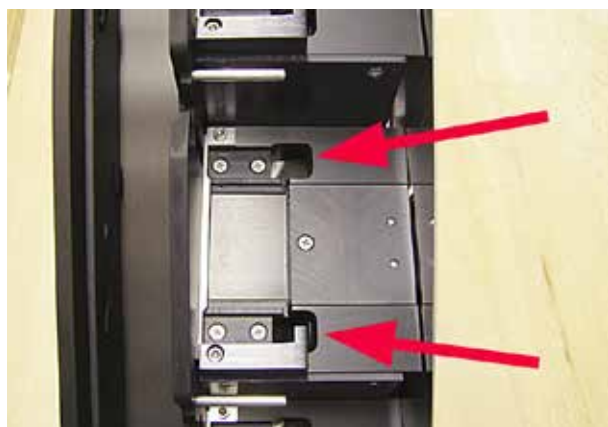

Fig. 45
- Estação de descarga (→ "Fig. 45")